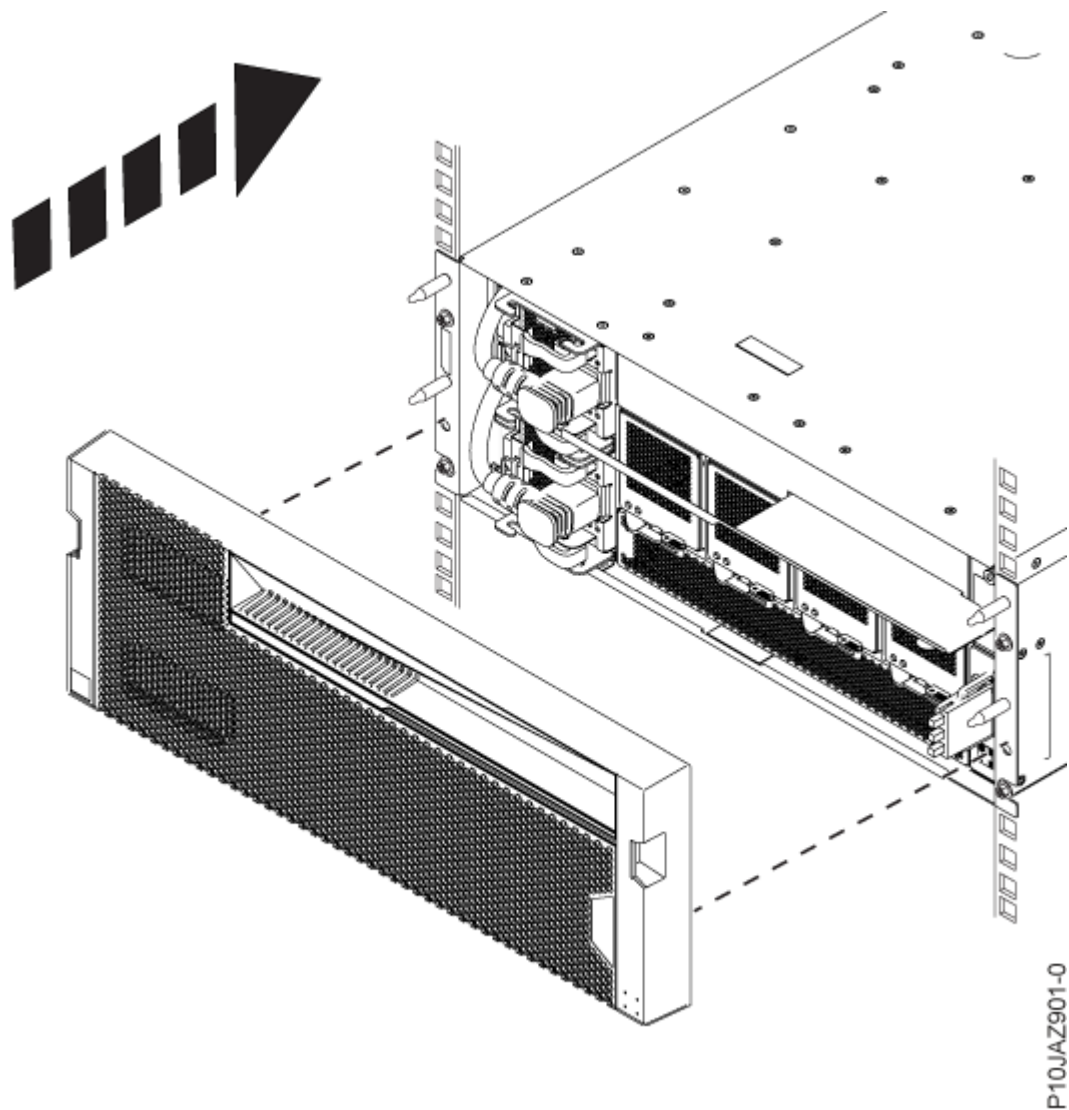

図 10. カバーの取り付け
- a) 13 ページの図 10 に示すように、カバー **(A)** をドロワー **(B)** の前面にある 4 つのピンの位置に合わせ、所定の位置に押し込みます。